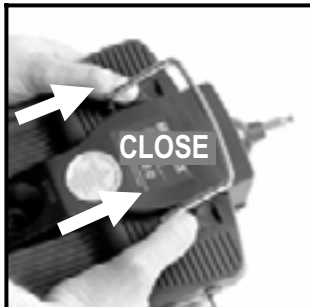

Fig. 9.4.1.4.
- Posare attentamente il coperchio sul bordo posteriore della radio e controllare che entrambe le linguette siano inserite nelle rispettive sedi (freccie → Fig. 9.4.1.3.).